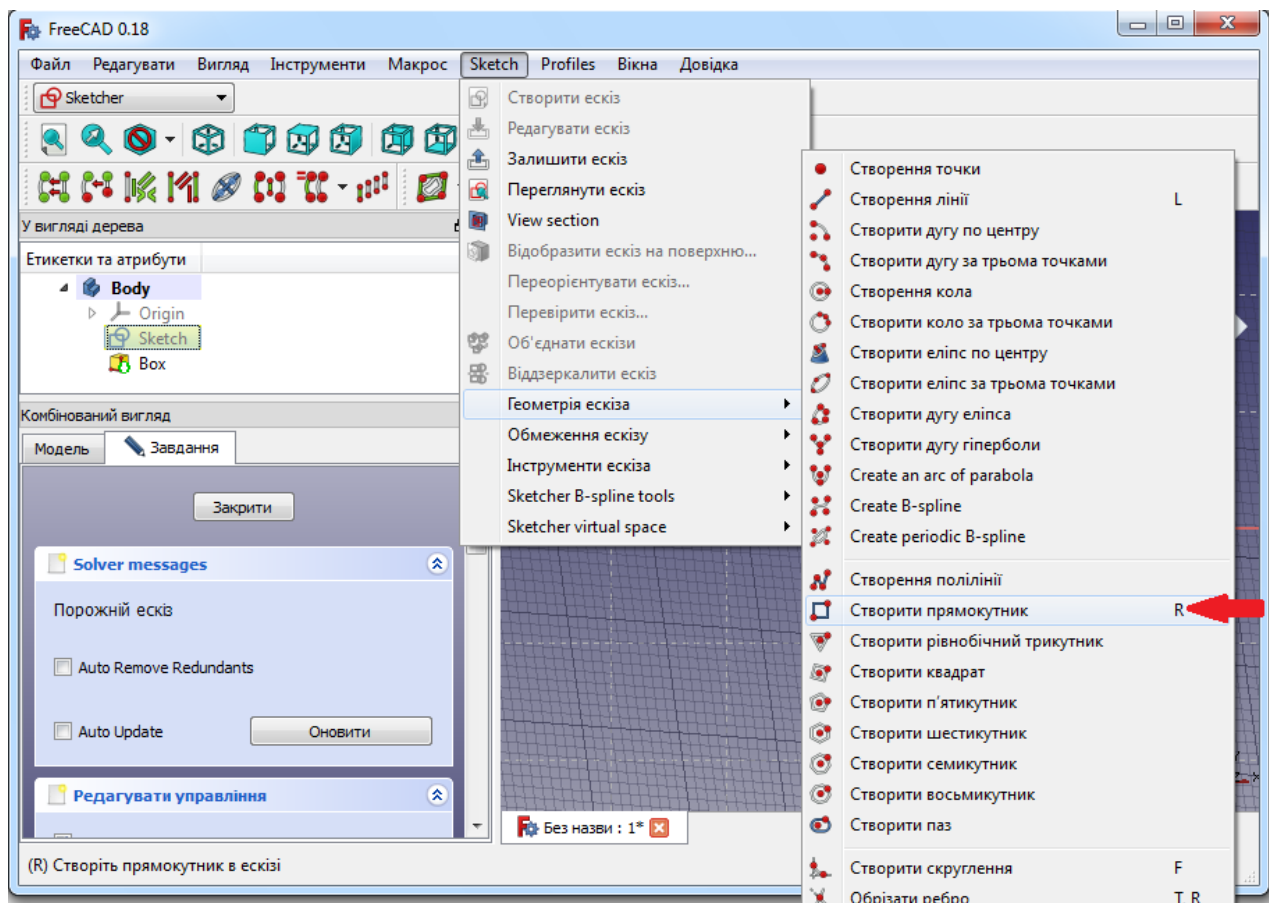

Рисунок 17 – Створення прямокутника
5. Оберіть інструмент ескізу «**Create a Rectangle**» (Створити прямокутник). Коли курсор наводиться на систему координат, ви можете бачити поточні координати поруч із курсором. Натисніть на **IV Quadrant** системи координат (нижній правий квадрант) в точці 10.0, -10.0 (рисунок 17, 18).